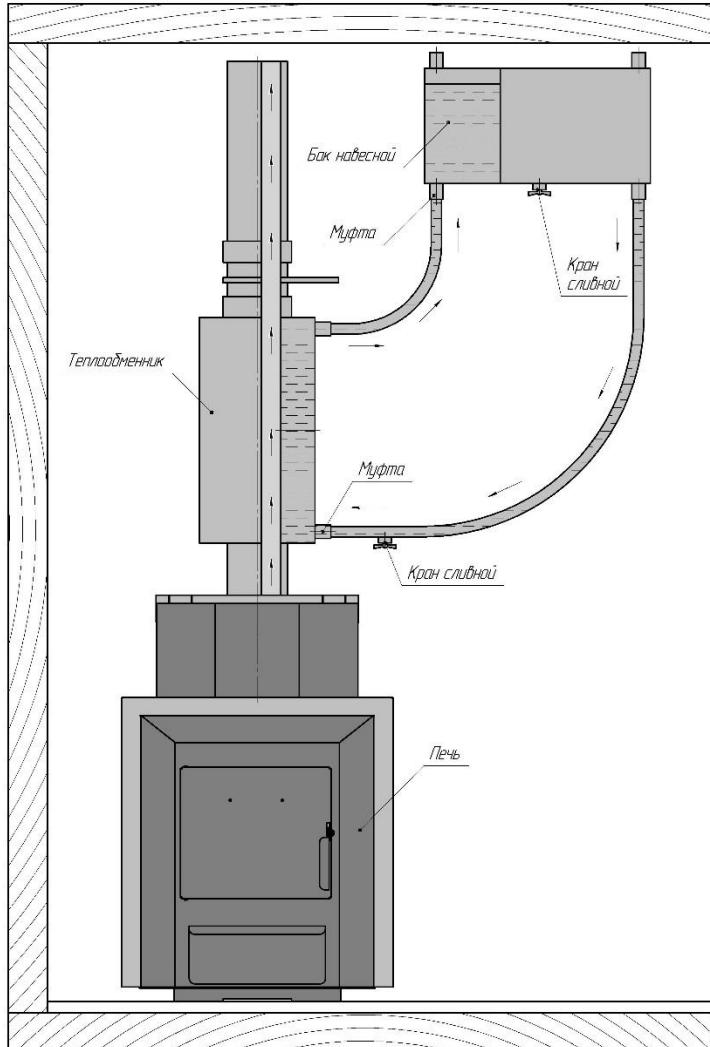

Рисунок 3: Вид спереди: подключение бака для горячей воды к банной печи газо-древянной банной печи «Синара Метеорит»
- на печь устанавливается теплообменник, который подсоединяется к выносному баку – это отдельно висящий бак, который может быть размещен, в любом удобном месте или помещении (рисунок 3).